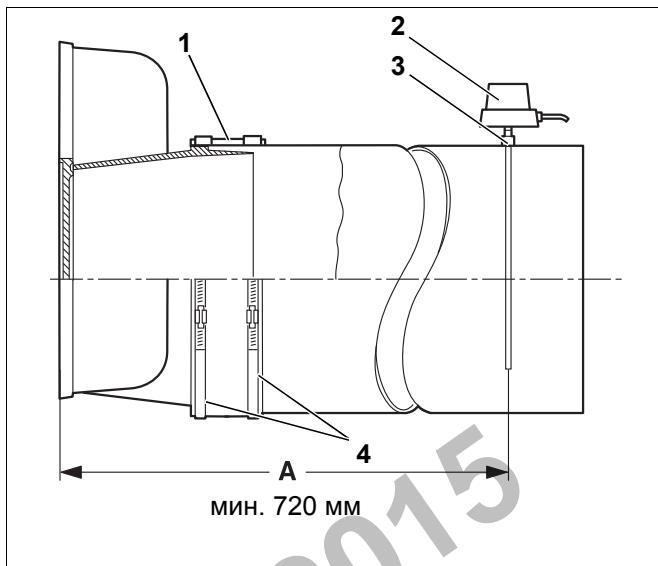

Рис. 29 Подсоединение к дымовой трубе
**Мы рекомендуем установить уплотнительную манжету для соединения котла с дымовой трубой (рис. 29, [1]).**
- ▶ Наденьте хомуты с винтовой стяжкой (рис. 29, [4]) на уплотнительную манжету. Один хомут сдвиньте на патрубок дымовых газов, другой - на присоединительный участок дымовой трубы.
- ▶ Приварите муфту (рис. 29, [3]) к дымовой трубе на расстоянии равном 2 диаметрам дымовой трубы (A) от коллектора дымовых газов (минимум 720 мм).
- ▶ Датчик температуры дымовых газов (рис. 29, [2]) устанавливается в соответствии с отдельной инструкцией по монтажу.